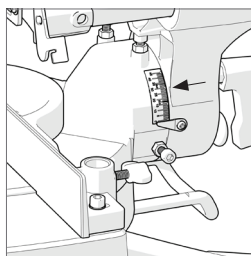

Fig. 34
- Incliner la tête de coupe à l'angle requis. Une échelle angulaire est mise en place comme aide pour le réglage. (**Fig. 34**)